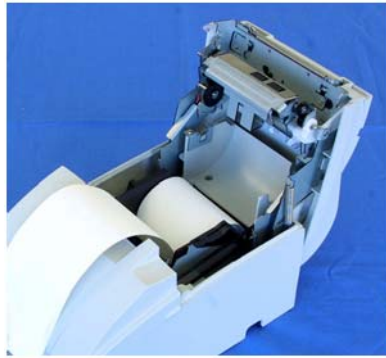

Ilustración 2-7 – Insertando el rollo de papel.
4. Inserte el rollo de papel, tal como se muestra en la ilustración 2-7.